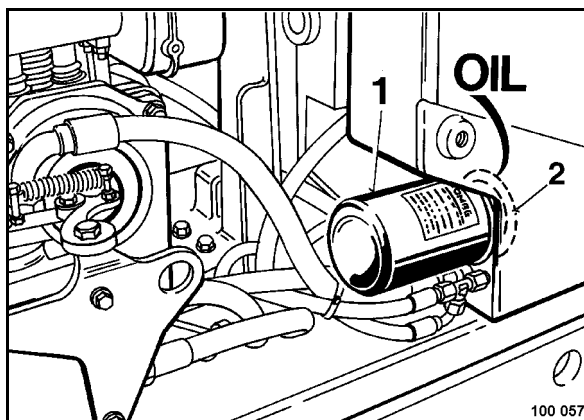

Fig. 84
- Soltar y desenroscar el cartucho filtrante del aceite hidráulico (1) (Fig. 84) con una llave de cinta apropiada.
- Untar la junta de goma (2) del nuevo cartucho filtrante ligeramente con aceite limpio.